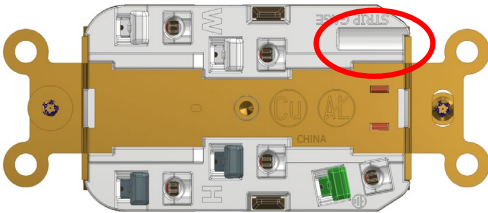

Fig. 5
- 1. Pele cada conductor de acuerdo con el calibre de pelado ubicado en la parte posterior del receptáculo, como se muestra en la Fig. 5.